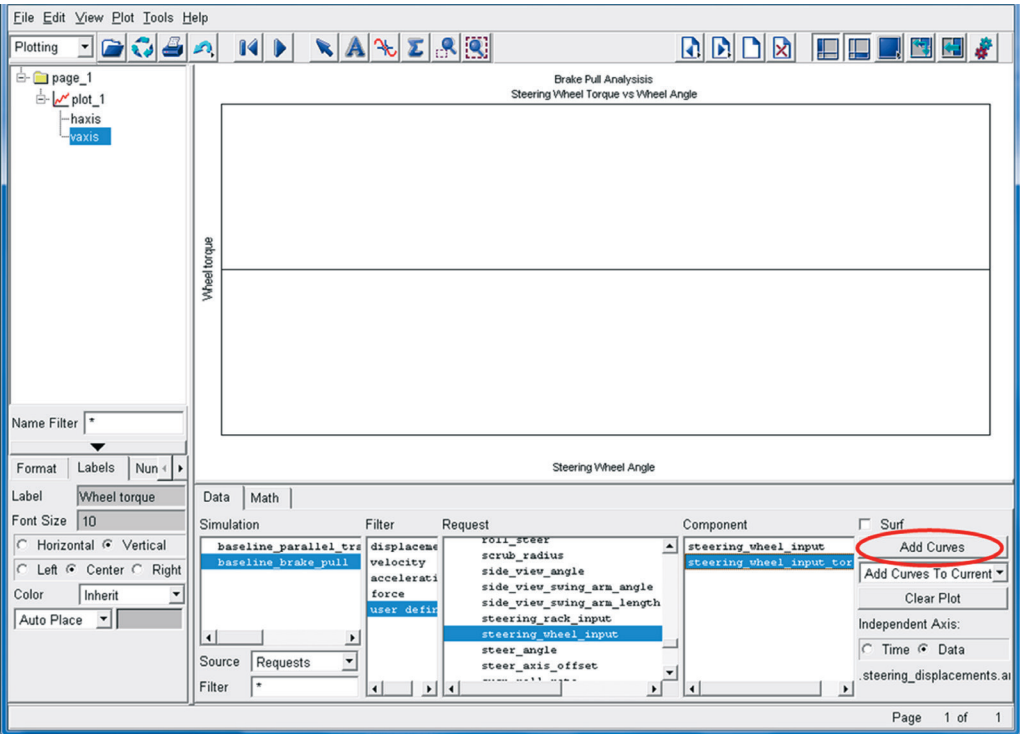

Figura 4.171 – Caixa de diálogo do eixo vertical.
- Uma vez definido o parâmetro (variável) do eixo horizontal (ou eixo independente), também será necessário atribuir uma variável ao eixo vertical. Para isso, no campo *Filter*, selecione a opção *user defined*; no campo *Request*, selecione a opção *steering\_wheel\_input*; no campo *Component*, selecione a opção *steering\_wheel\_input\_torque* (Figura 4.171).
- Selecione a opção *Add Curves* (Figura 4.171).